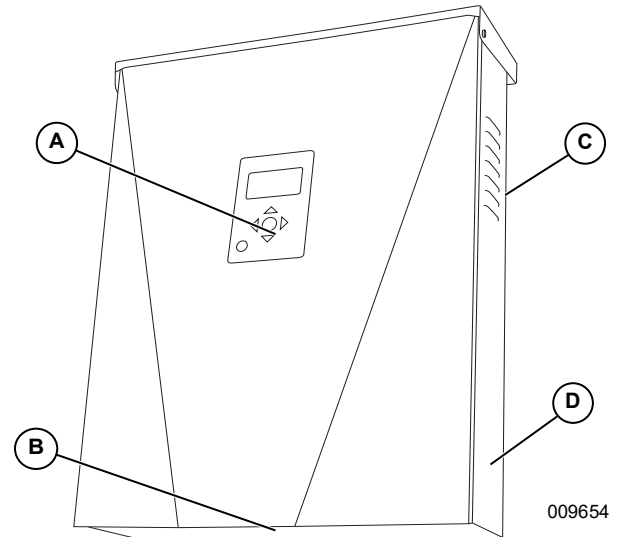

Figura 2-2. Ubicaciones de los componentes
Consulte la **Figura 2-2** para ubicar el número de serie de la unidad (D). Registre la información que se proporciona en esta etiqueta en la **Tabla 1: Información importante del inversor PWRcell** en el interior de la portada de este manual.